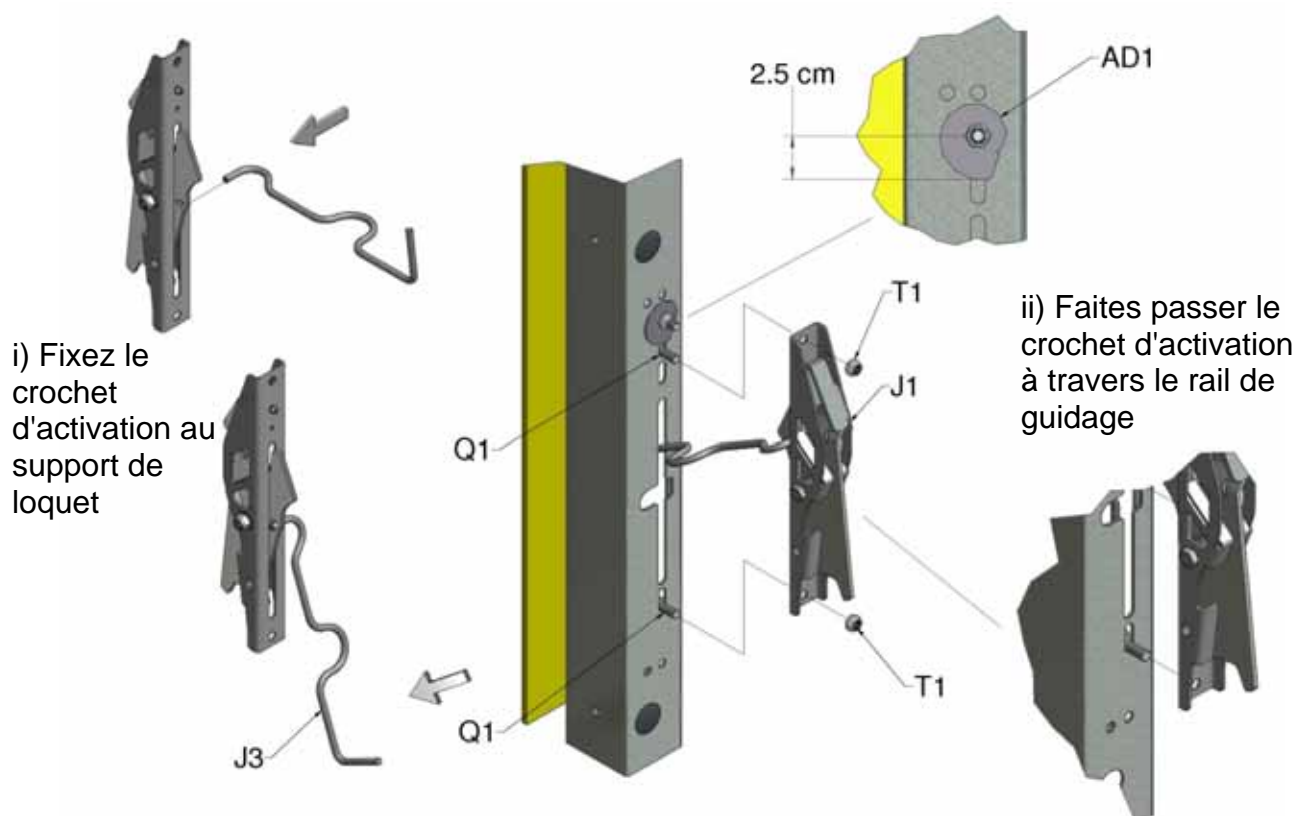

Figure 12, boulonnage des loquets de verrouillage et assemblage des rails de guidage
10. Fixez les plaques de réglage de came AD1 à l'orifice indiqué par la figure 12. avec la plus grande longueur de la came orientée vers le bas. Fixez la paire de crochets d'activation (J3) aux loquets de verrouillage en insérant l'extrémité sertie du crochet à travers l'ouverture en forme de serrure de la plaque oscillante. Faites passer le crochet d'activation à travers la fente située sur le rail de guidage et boulonnez le loquet de verrouillage (J1) sur le rail de guidage en utilisant les jeux de vis et d'écrous M8 x 20 fournis (Q1). L'orifice supérieur du crochet de verrouillage doit être aligné avec la plus haute des deux fentes préperforées directement sous la came. Le crochet d'activation doit être suspendu verticalement avec la partie pliée orientée vers l'intérieur de la porte.